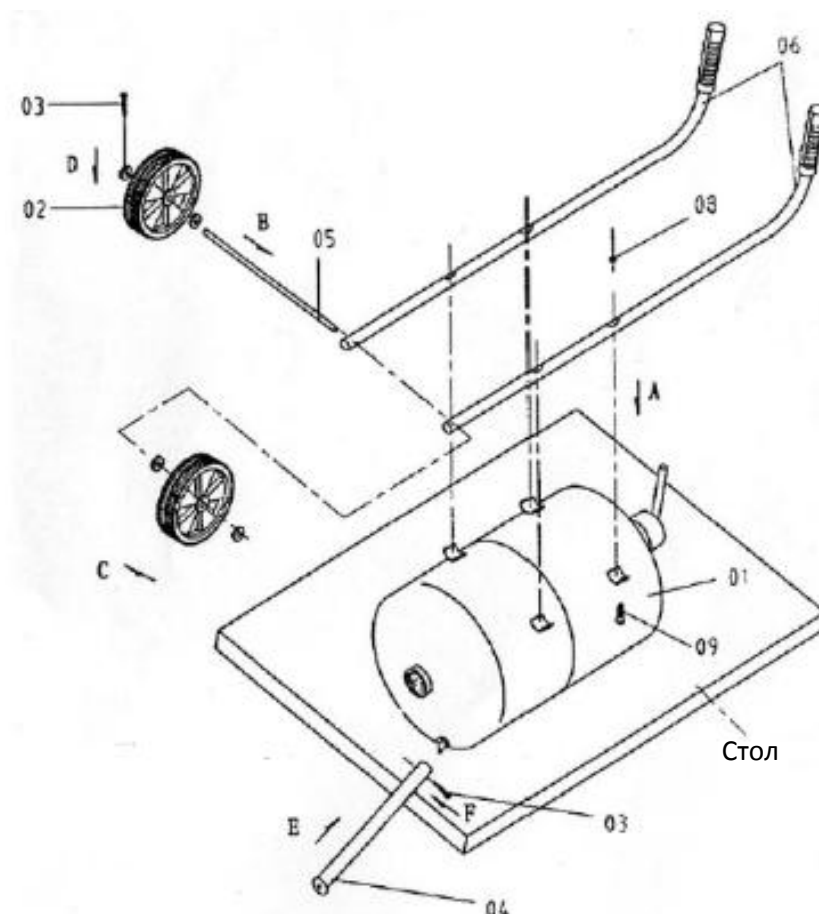

Рисунок 7
7. Установите две ручки (6) на бак с помощью четырех винтов (9) и четырех шестигранных гаек (8). Обратите внимание, что концы ручек загнуты вверх (рисунок 7).
8. Вставьте ось (5) в отверстия, расположенные по бокам ручек на их нижней поверхности. Установите колеса (2), по одному на каждый конец оси. Установите колеса вместе с металлическими шайбами (31), разместив каждую из них с одной стороны колеса. Закрепите колеса штифтом (3).
9. Вставьте ножку (4) в соответствующее отверстие, расположенное на дне бака около края. Используйте последний штифт (3), чтобы прикрепить ножку к баку.